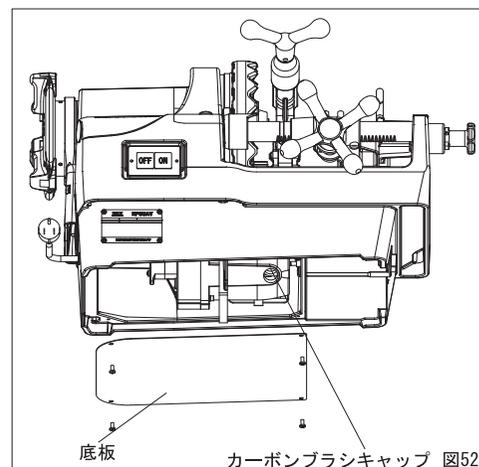

図52
3. オイルタンクの清掃 (図52)
細かい切粉がタンク内にたまりますので月に1回程度タンク内をきれいに掃除してください (図52)。